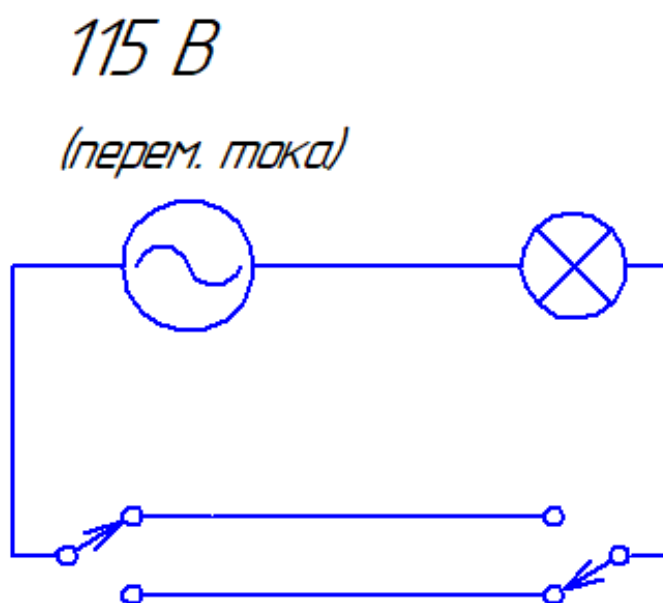

Рисунок 3.
4. Не всякий разработчик электронных схем знает то, что известно любому электромонтеру - как сделать такое приспособление, чтобы можно было включать и выключать свет с помощью N выключателей, где N - произвольное число. Подумайте, как соответствующим образом обобщить схему, представленную на рис. 3.